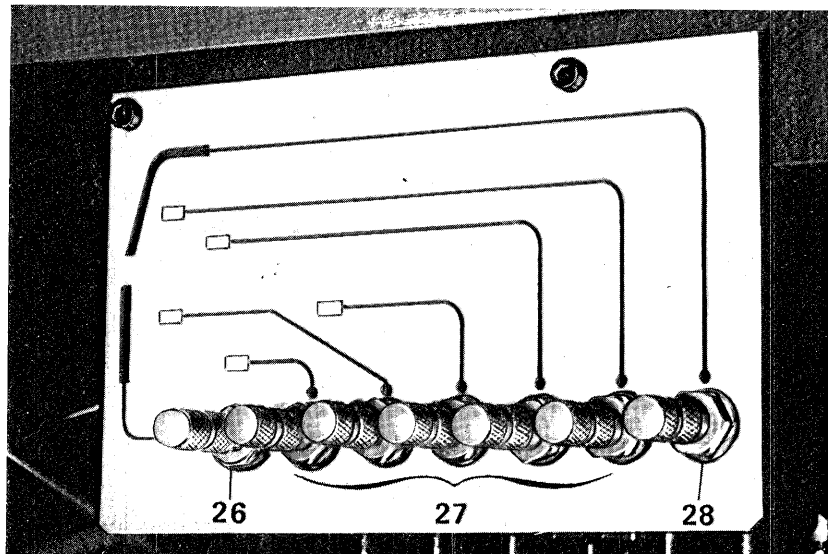

Fig. 9
- un poussoir rouge SECURITE (24) pour enlever la tension à la caissette des composant électriques
- un poussoir bleu RETABLISSEMENT (23) pour rétablir les fonctions lorsque la tête s'est arrêtée à la suite de la rupture des fils
- un interrupteur GUIDE MOBILE-GUIDE FIXE (18) à positionner en fonction du guide monté
- un interrupteur AUTOMATIQUE-NON AUTOMATIQUE (19) pour le choix du cycle de travail
- un potentiomètre RETARD ARRET DE LA TETE (21) pour déterminer l'instant de l'arrêt de la tête couseuse après le découvrement du photo-diode
- Un potentiomètre RETARD INTERVENTION DU TAMPON (20) pour fixer l'instant de la descente du tampon.
- un potentiomètre DUREE INTERVENTION DU TAMPON (25) pour déterminer la durée de l'intervention du tampon et du transport subsidiaire.
- un compteur ARTICLES COUSUS (22) pour compter les en-cours
- 15) Un groupe doseur pour le réglage des buses souffleuses (fig.9)
Chaque souffle est réglé par un doseur de débit, comme cela est indiqué sur le tableau du groupe doseur (27 fig.9). Le réglage des souffles doit être fait en fonction du poids et des dimensions des parties à assembler selon les modalités suivantes:
- Fermer tous les doseurs (27 fig.9)
Ce dispositif provoque un jet d'air vers le bas qui facilite la chute de l'article à empiler. Il doit être utilisé uniquement pour les tissus particulièrement rigides. L'intensité du souffle se règle au moyen d'un doseur (28 fig.9)
Ce dispositif est actionné lorsque la plaque (29 fig. 10-14) touche la barre de l'empileur (1 fig.1-14) provoquant le retournement des parties assemblées sur la barre. Le réglage de ce souffleur qui dépend du poids des parties à retourner s'effectue en agissant sur le doseur (26 fig.9)